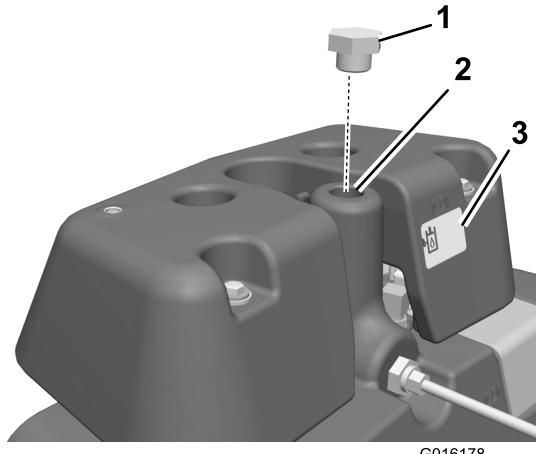

Figura 8
2. Freccia indicatore su dado (2)
31. Togliete ed eliminate lo sfiatatoio e rabboccate il serbatoio idraulico principale con olio idraulico (Figura 8).
32. Posizionate il tappo sullo sfiatatoio (Figura 8).
33. Riempite il serbatoio del rivelatore di perdite con olio idraulico finché il livello dell'olio è a metà della spia di livello sul serbatoio (Figura 8).